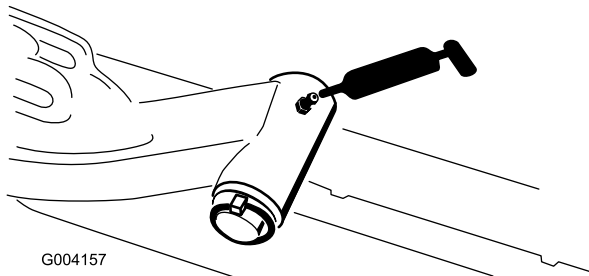

Bild 53
- Hubarmgelenkwelle (1 Stück) (Bild 53)